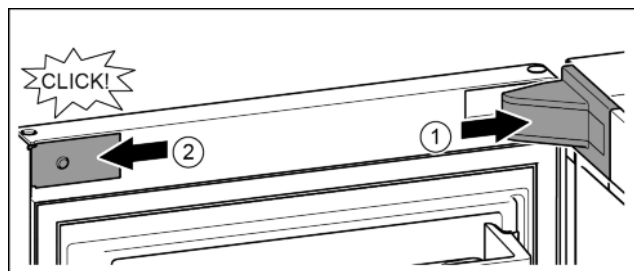

Fig. 25
- ▶ Крышку опорного кронштейна установить и зафиксировать, при необходимости, осторожно разжать. Fig. 25 (1)
- ▶ Установить сбоку накладку и зафиксировать. Fig. 25 (2)